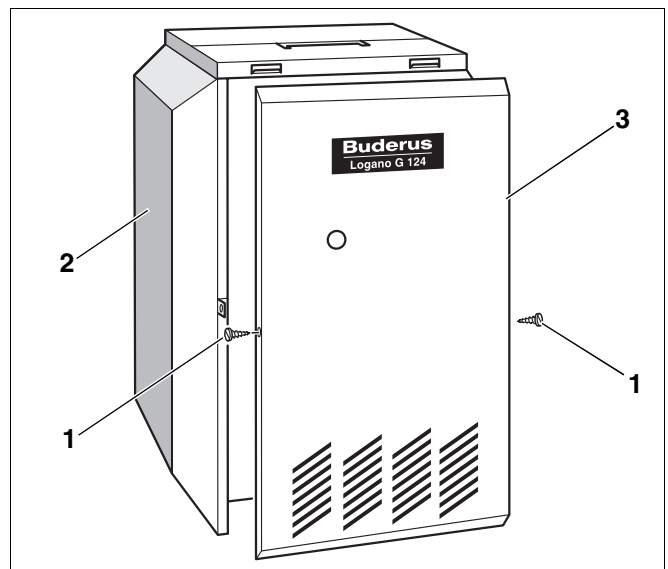

Abb. 17 Kesselvorderwand entfernen
- Sicherungsschrauben (Abb. 17, **Pos. 1**) der Kesselvorderwand (Abb. 17, **Pos. 3**) entfernen.
- Kesselvorderwand (Abb. 17, **Pos. 3**) abnehmen. Dazu Kesselvorderwand leicht anheben und nach vorne abnehmen.